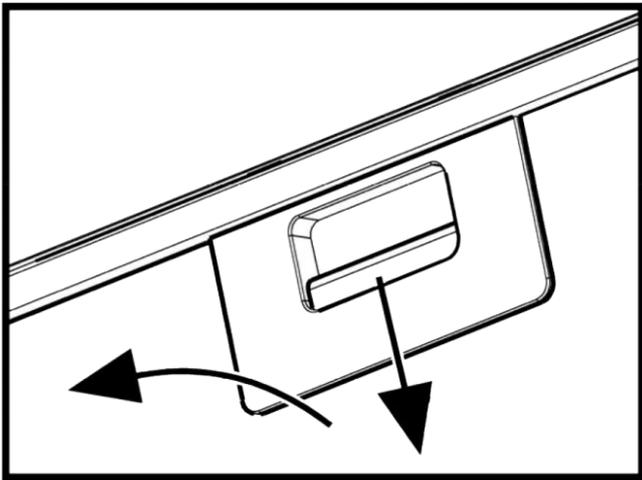

Рис.6
7.10 Для снятия алюминиевого фильтра (рис.6) необходимо нажать на пружинную задвижку и, потянув на себя и вниз, снять фильтр с панели. Установку фильтра выполнить в обратном порядке.